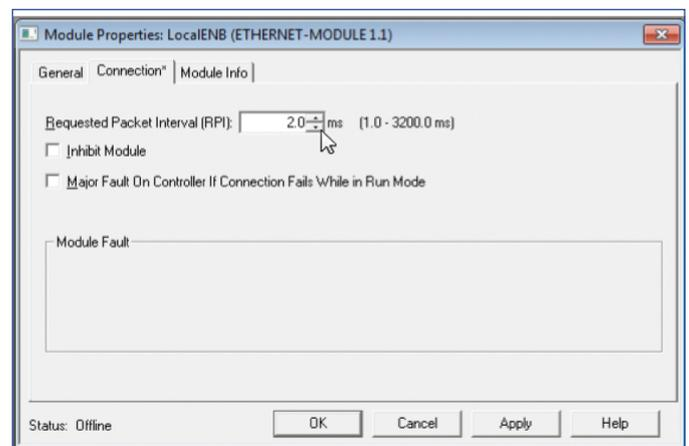

Abb. 104: „Module properties“-Fenster
- Das Fenster „Module Properties“ öffnet sich. Setzen Sie im Reiter „Connection“ den Wert für „Requested Packet Interval (RPI)“ auf den Wert 2,0 ms für Sensoren mit einer Messlänge bis 4800 mm und auf den Wert 4,0 ms bei Sensoren mit einer Messlänge zwischen 4800...7620 mm. Bestätigen Sie Ihre Angaben durch Klicken der Schaltfläche „OK“ (Abb. 104).